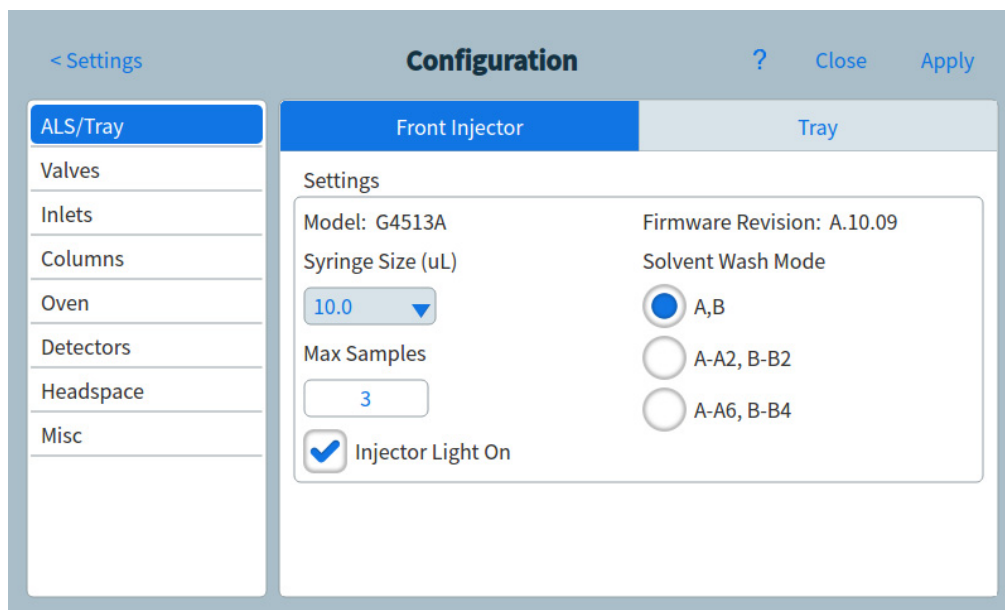

Figure 53 Page Configuration
- 2 Appuyez sur **Configuration**. La page Configuration apparaît. Voir Figure 53 à la page 138.